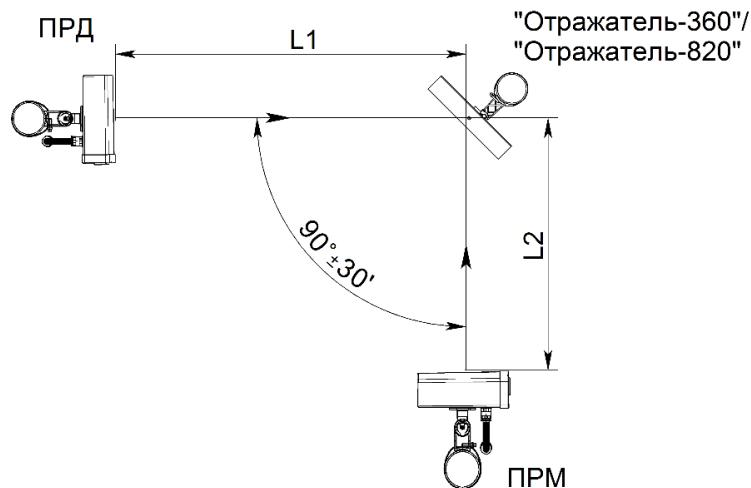

Рисунок 2.12 – Установка извещателей с применением отражателя «Отражатель-360» («Отражатель-820»)
2.3.9.2 При работе извещателей с «Отражателем-360» (см. рисунок 2.12) суммарная длина зоны обнаружения $L_1 + L_2$ (где L_1 – расстояние между блоком ПРД и отражателем, L_2 – расстояние между отражателем и блоком ПРМ) не должна превышать: